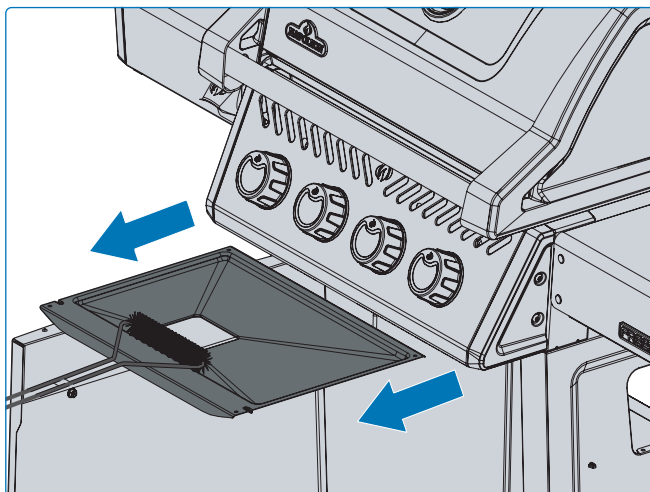

Fig. 23
- Limpie la bandeja recogegrasa cada 4-5 usos para evitar la acumulación de grasa (**Fig. 23**).